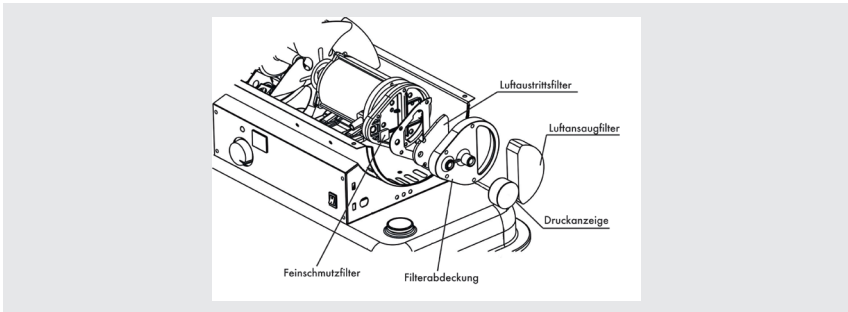

Abb. 3: Filterreinigung
Reinigen Sie den Luftansaugfilter (siehe Abb. 3) regelmäßig. Dabei hängt das Zeitintervall zwischen den Reinigungen stark von der Umgebungsbedingung ab. Bei Geräten, die in staubiger Umgebung betrieben werden, muss der Luftfilter häufiger gereinigt werden als bei Geräten, die überwiegend in staubfreier Umgebung verwendet werden:
3. Entfernen Sie den Luftansaugfilter (siehe Abb. 3) und reinigen diesen mit Wasser und Seife. Lassen Sie den Filter vor dem Einbau gut trocknen.
Luftaustrittsfilter und Feinschmutzfilter (siehe Abb. 3) sollten nach ca. 500 Betriebsstunden gewechselt werden.